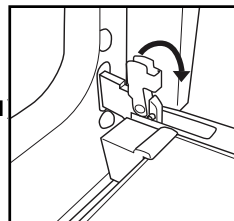

Fig. 1
2. Løft de to låse på hængslerne, og skub dem fremad så langt som muligt (fig. 1)
1. Før grillristen vandret ind, med den hævede del "A" vendt opad (Fig. 1).